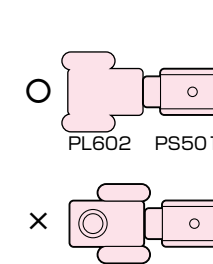

図2 上部ピボットのセット方法
- ⑤ 折戸を折りたたんだ状態で吊り込み(図2)PB901を左右調整してからPP801・PL602を専用スパナ(PF303)で上下調整(図3)して完了です。